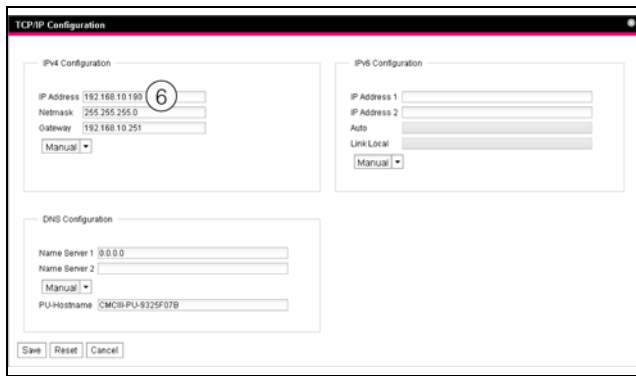

Рис. 56: Настройка подключения TCP/IP
- В окне **TCP/IP Configuration** в группе элементов **IPv4 Configuration** измените IP-адрес устройства на разрешенный в Вашей сети адрес (рис. 56, поз. 6).